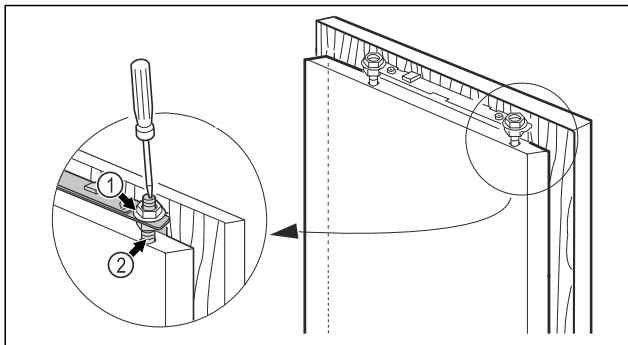

Fig. 49
- Zategnite protimatice Fig. 49 (1) s šestkotnim ključem 13, pri tem pa nastavitvene zatiče Fig. 49 (2) pridržite z izvijačem.